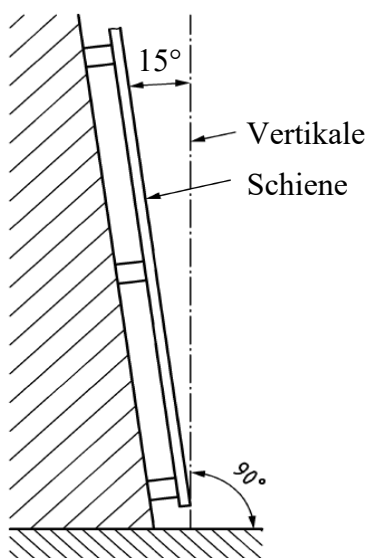

Abbildung 4: Vertikale Neigung im Raum
- Der Markierungspfeil zeigt nach oben (Abb.4).